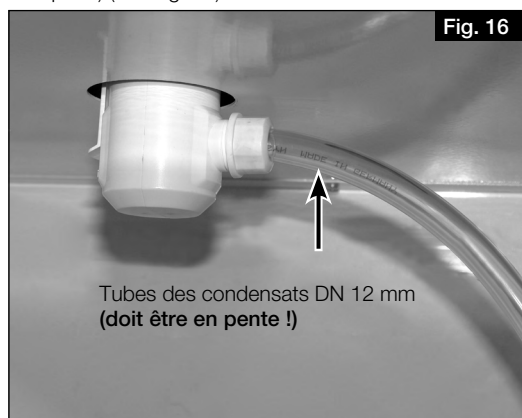

Fig. 16
6. Raccorder le tube des condensats (longueur max. 1,5 m) au système d'évacuation des eaux usées du bâtiment (à un siphon) (voir Fig. 16).